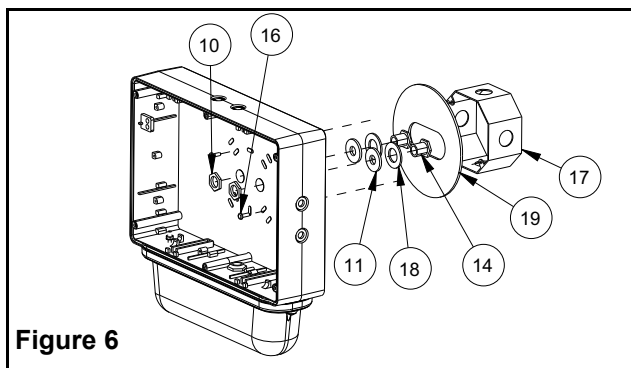

Figure 6
- a. Retirer la plaque arrière de l'emballage. Enlever les trous défonçables appropriés au montage à une boîte de jonction (voir fig. 6).
- d. Assembler les pièces 10, 11, 14 et 18 à la plaque arrière, (voir fig. 6, puis installer la plaque arrière au cadre à l'aide des vis inviolables (utiliser l'embout de tournevis fourni).